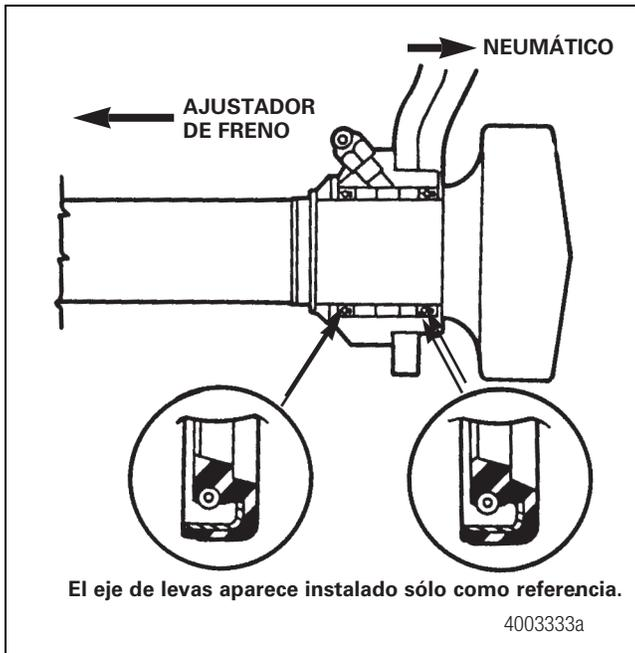

Figura 12.32
- B. En bujes metálicos, instale dos sellos de grasa. Verifique que los bordes de sello apuntan hacia el ajustador de freno y que los cuerpos de sello están presionados contra el buje de metal. Figura 12.32.